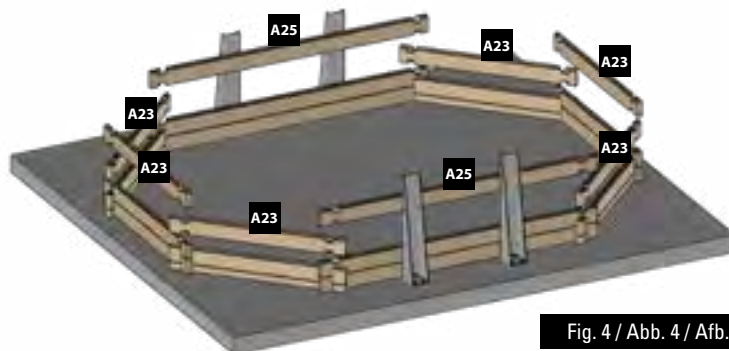

Fig. 4 / Abb. 4 / Afb. 4
3rd LAYER OF BOARDS: Install the third layer of boards as shown in figure 4. The position of the refilling fitting with the key and the skimmer should be defined at the start of the assembly (read the specific paragraphs).
3ÈME RANGÉE MADRIERS : Positionnez les madriers de la 3ème rangée conformément à la figure 4. Vous devez avoir déterminé l’emplacement de la buse de refoulement et du skimmer dès le début du montage (voir paragraphes spécifiques).
3. BRETTERREIHE: Platzieren Sie die Bretter der dritten Reihe laut Abb. 4. Zu Beginn der Montage müssen Sie die Lage des Druckventils und des Skimmers festlegen (lesen Sie hierzu die entsprechenden Abschnitte).
3ª RIJ PLANKEN: Plaats de planken van de derde rij zoals te zien is op afbeelding 4. U moet al bij aanvang van de montage bepalen op welke plaats het uitstroombondstuk en de skimmer moet komen (less de betreffende paragrafen).